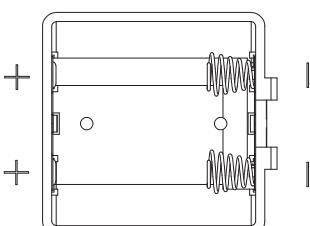

Рис. 2
- Откройте крышку и вставьте 2 батареек типа 1.5V LR20 ALKALINE в отсек (1), находящийся в нижней правой части водонагревателя, как показано на рис. 2.